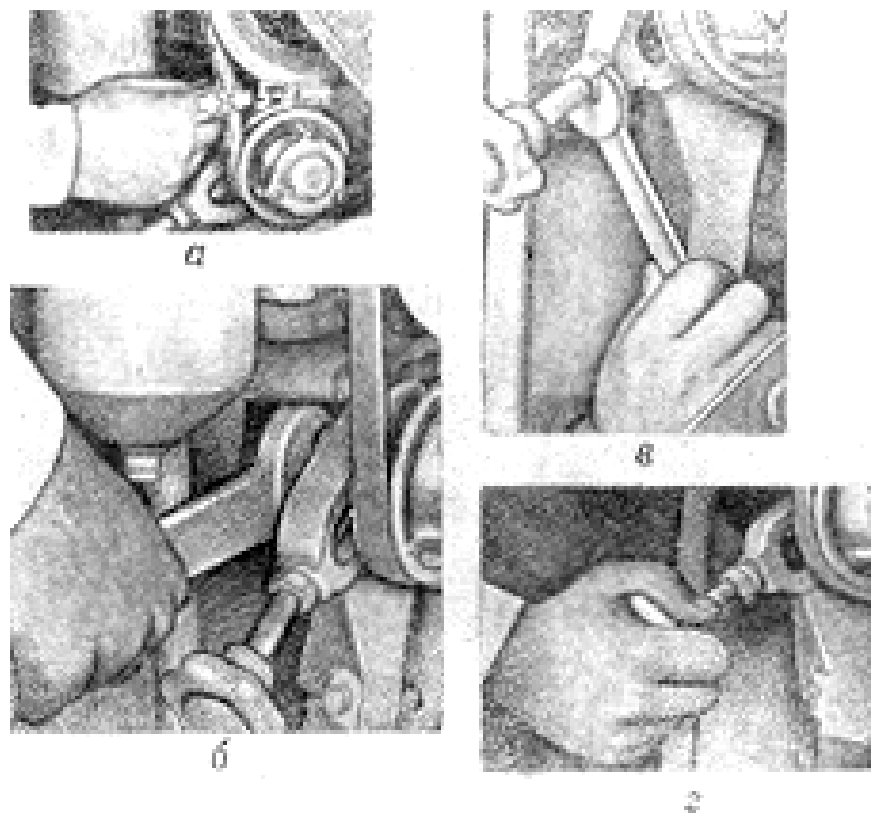

Рис. 13. Регулировка натяжения ремня компрессора:
2. Проверить натяжение ремня привода компрессора. Нормальный прогиб ремня на середине короткой ветви при нажатии с усилием 3 кгс должен быть 5—8 мм (рис. 13).